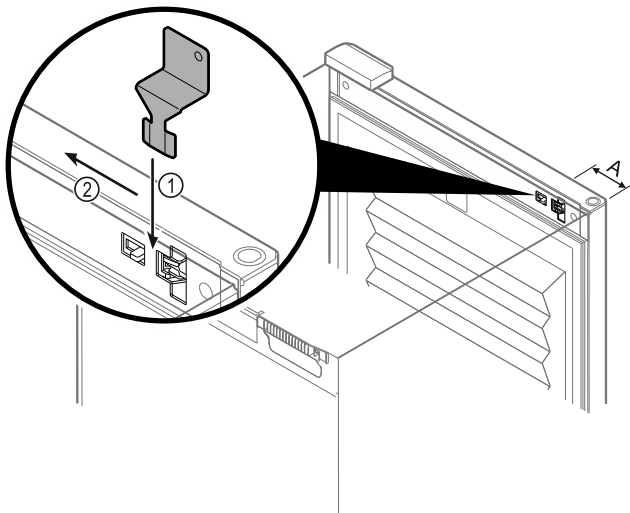

Fig. 146
- ▶ Поставете ключа за аварийно отключване на предвиденото място Fig. 146 (A) ≈ 100 mm.
- ▶ Вкарайте ключа за аварийно отключване между вратата и корпуса на уреда отгоре до упор Fig. 146 (1).
- ▶ Изтеглете ключа за аварийно отключване по посока на страната на пантите Fig. 146 (2).